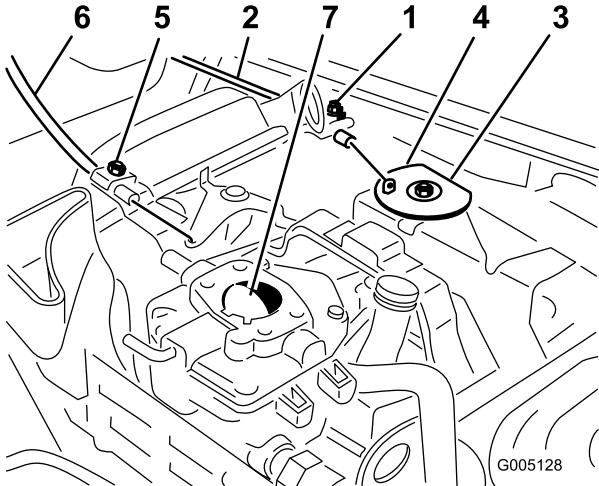

Figura 35
1. Allentate la vite del serrafile per cavi che fissa il cavo al motore (Figura 35).
3. Tirate con forza il cavo dell'acceleratore finché il retro della parte girevole non viene a contatto con il fermo (Figura 35).
3. Tirate con forza il cavo dello starter finché la farfalla dello starter non è completamente chiusa, quindi serrate la vite del serrafile (Figura 35).